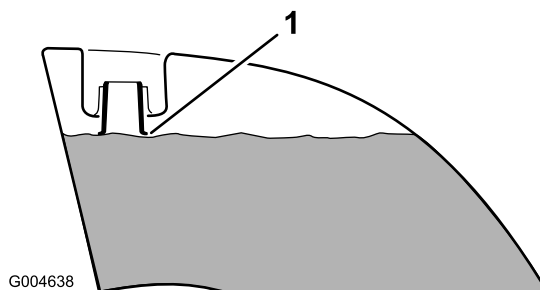

Figure 10
4. Remplissez les deux réservoirs de carburant jusqu'à ce que le niveau atteigne de la base du goulot de remplissage (Figure 10). **Ne remplissez pas excessivement les réservoirs de carburant.**